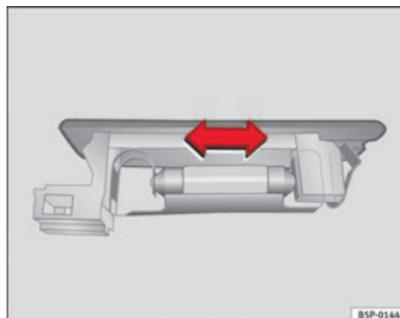

Fig. 172 Luce bagagliaio
- Premere lateralmente la lampada ed estrarla dalla sede ⇒ fig. 172.